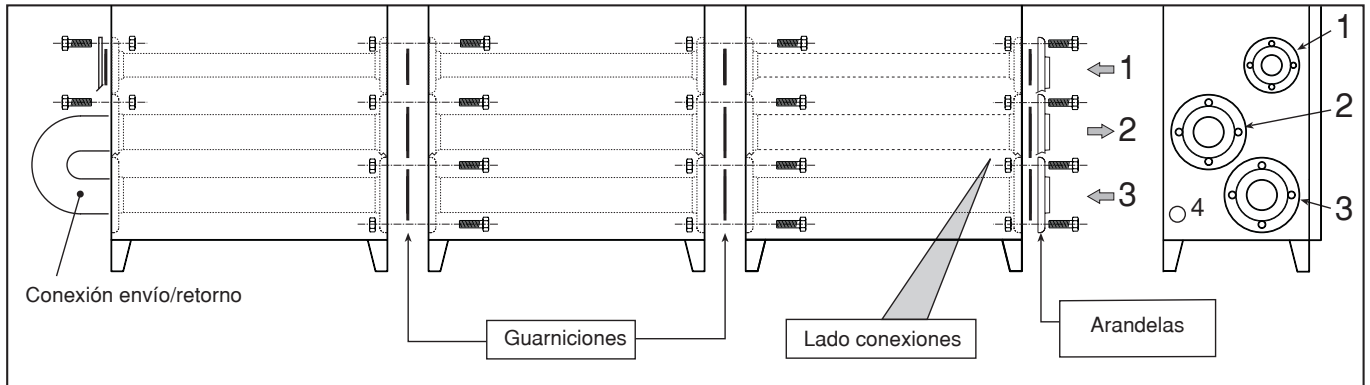

fig. 6b
- Conectar el envío al retorno en el último módulo (fig. 6b).